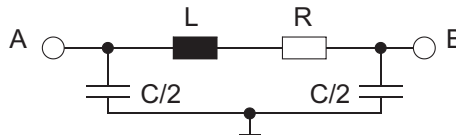

Abb. 1.2: Ersatzschaltbild der Planarspule
1.1 Im Folgenden sollen die Elemente des Kleinsignalersatzschaltbildes nach Abb. 1.2 bestimmt werden:
- e) Berechnen Sie die Eigenresonanzfrequenz f_r der Spule bei symmetrischer Anregung zwischen den Punkten A und B gemäß Abb. 1.2!